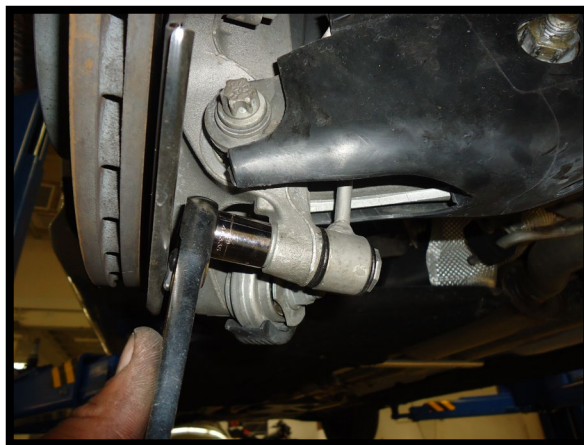

图37
7. 拆下横向稳定杆底部连接螺母，将其端部连杆拆下。(图37)